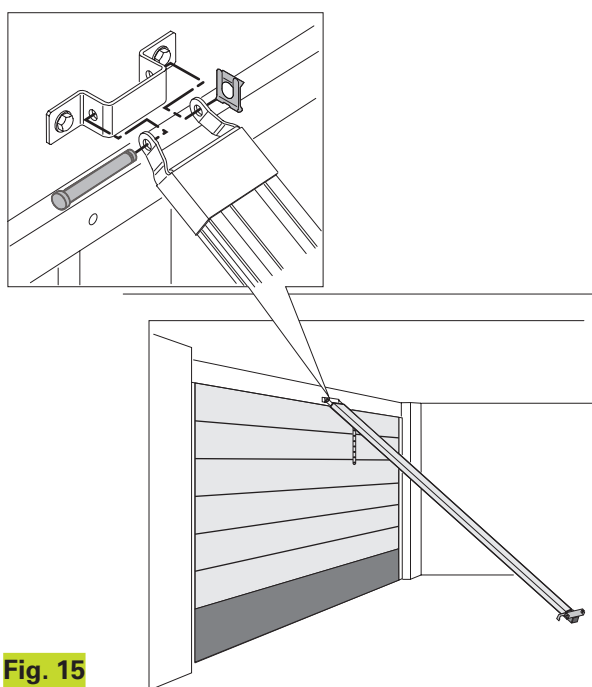

Fig. 15
- 7) Soulever le rail par la patte d'attache antérieure et assembler cette dernière à la patte de fixation au moyen de la vis passante et de l'écrou (fig. 15).